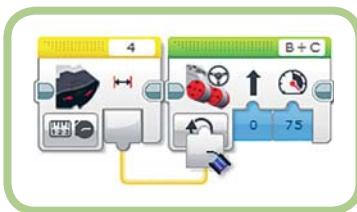

Рис. 8.8. Добавление шины данных
- Нажми и удерживай кнопку мыши на выводе. При перетаскивании указателя мыши между ним и блоком **Инфракрасный датчик** (Infrared Sensor) будет нарисован желтый провод, как показано на рис. 8.8.